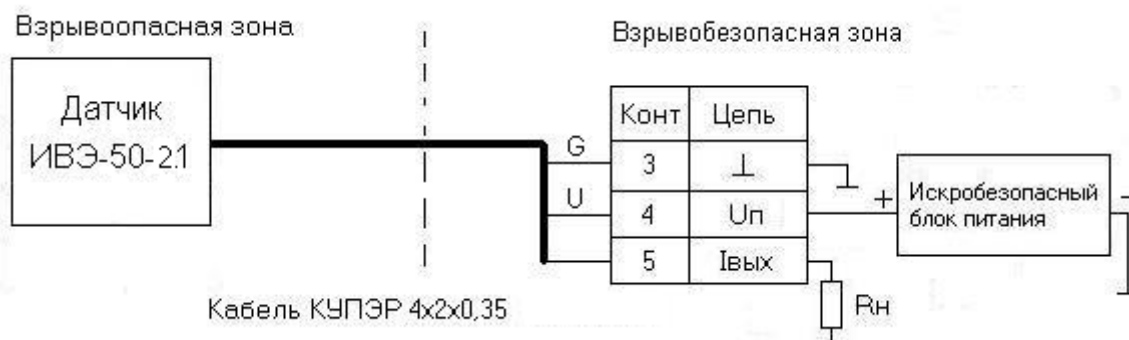

Рис. 3. Схема подключения датчика.
10.3. Схема подключения датчика к внешним цепям показана на рис. 3